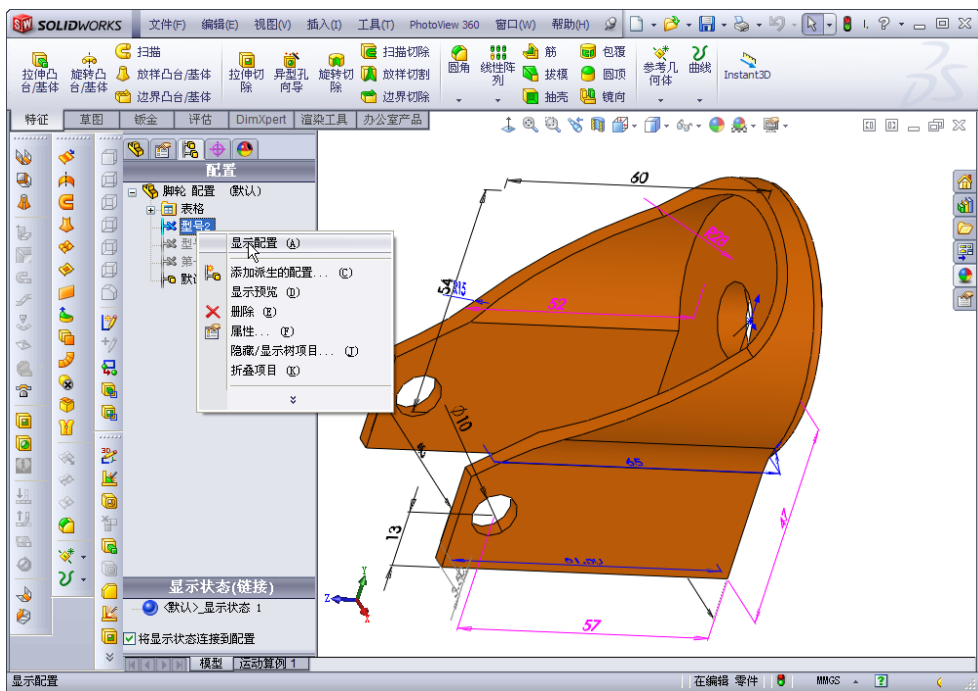

图 8-9 快捷菜单
- (1) 单击图形区左侧面板顶部的  (ConfigurationManager 设计树) 选项卡。
- (2) ConfigurationManager 设计树中显示该模型中系列零件设计表生成的所有型号。
- (3) 右击要应用型号,在弹出的快捷菜单中选择“显示配置”命令,如图 8-9 所示。
- (4) 系统会按照系列零件设计表中该型号的尺寸重建模型。